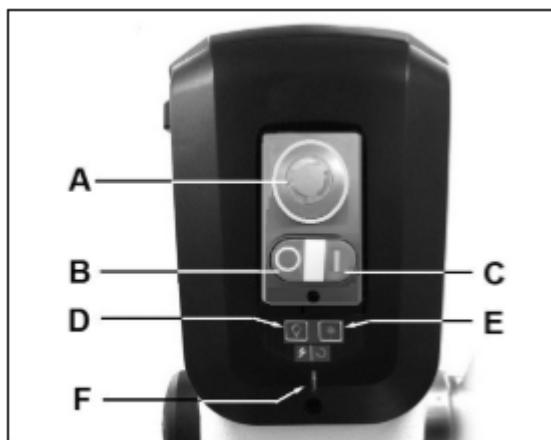

Рис. 16
Запуск станка осуществляется с помощью зеленой кнопки ВКЛ. (ON) (C, Рис. 16).